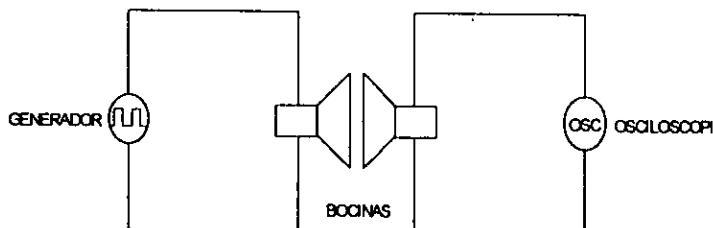

Fig. 1
- Alambre el circuito de la Fig. 1